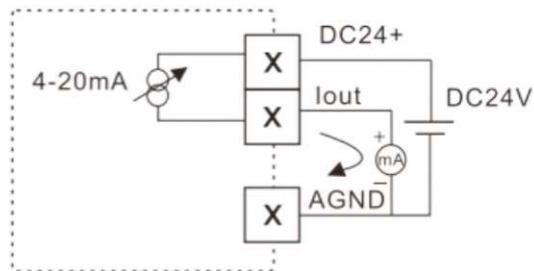

图3.16 三线制4-20mA电流输出接线图
(2) 三线制4-20mA电流输出功能接线说明（见图3.16）